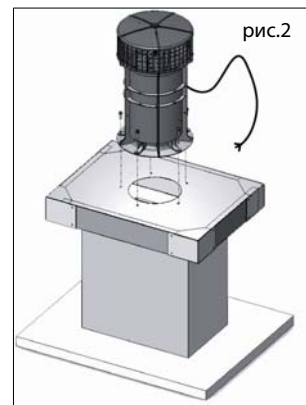

рис.2
- Закрепите вентилятор к несущей конструкции при помощи 5-ти болтов или винтов из оцинкованной стали Ø8мм+ шайбы (рис.2).